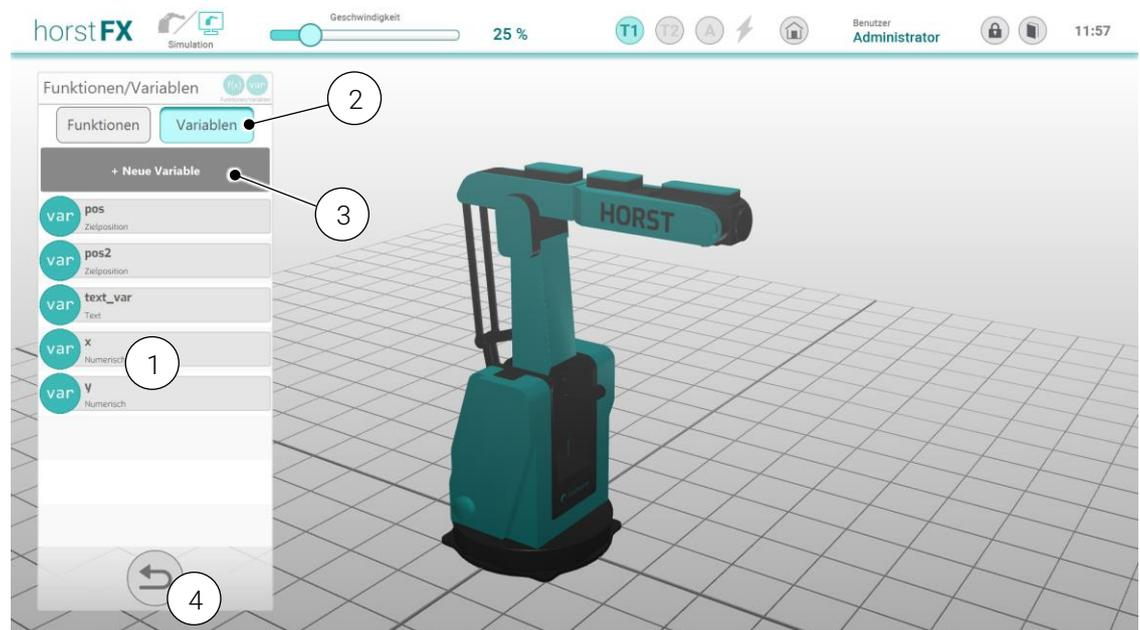

Abb. 6-75: Variablen-Auflistung
Variablen können in jedem Programm erstellt werden. Durch Antippen des Buttons **Funktionen/Variablen** (1) in der Programmieransicht und anschließendem Antippen des Buttons **Variablen** wird der Programmbaum durch eine Auflistung aller bestehenden Variablen ersetzt (s. Abb. 6-75). Variablen werden verwendet, um bestimmte Werte zwischenspeichern, die zu einem späteren Zeitpunkt im Programm benötigt werden.